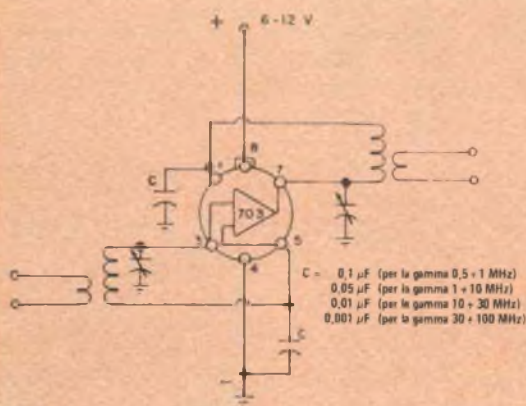

Fig. 5
**5) Amplificatore RF** - L'amplificatore RF della fig. 5, progettato per funzionare da 500 kHz a 100 MHz, ha i circuiti d'entrata e d'uscita accordati da sistemi LC. Come si vede nella tabella riportata accanto allo schema, il valore di C deve essere scelto in base alla gamma di frequenze desiderata. I condensatori d'accordo sono piccoli compensatori, che consentono di ottenere il massimo responso alla frequenza desiderata.
de medie può ricevere. In questo caso, il circuito integrato funziona come convertitore reflex agendo sia da mescolatore sia come oscillatore locale controllato a cristallo. Il circuito è semplice da costruire e da mettere in funzione se si montano i componenti e si eseguono i collegamenti con la dovuta cura; questi ultimi è bene siano corti il più possibile. Per migliorare la sensibilità e la selettività, all'uscita del convertitore si può collegare il circuito amplificatore RF della *fig. 5*.